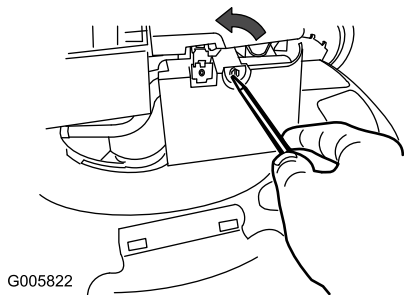

Figura 32
- Apriete il coperchio del filtro dell'aria con un cacciavite (Figura 32).